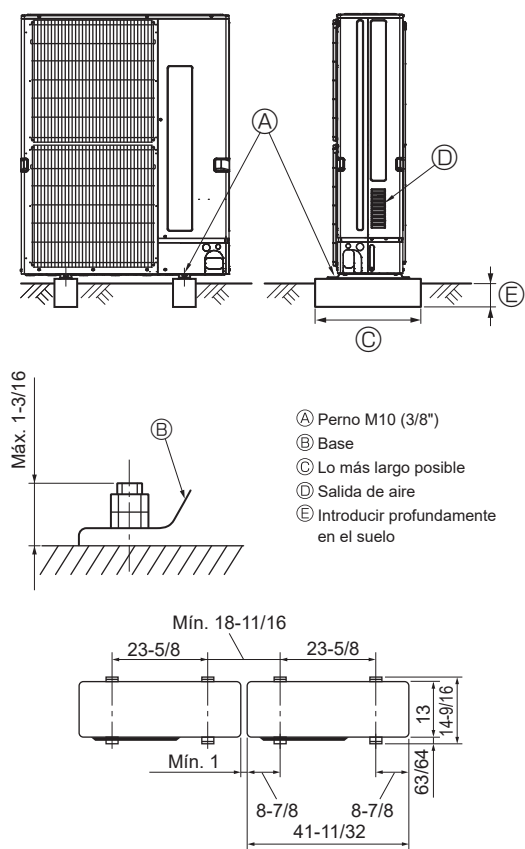

Fig. 3-1
- Cerciñese de instalar la unidad en una superficie robusta y nivelada para evitar los ruidos de traqueteo durante la operación. (Fig. 3-1)